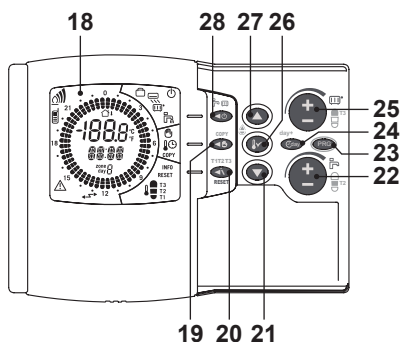
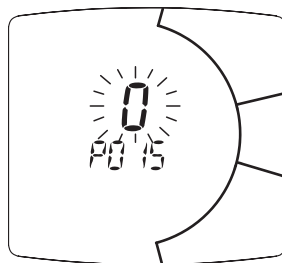
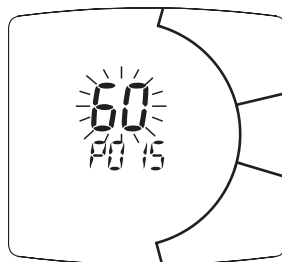

Figura 5.27
Figura 5.30
Figura 5.31
- Scorrere i vari parametri utilizzando il tasto 22 in Figura 5.27 fino a far apparire sul display LCD le lettere **P015** con sopra il relativo valore del parametro **0** che lampeggia, indicante l'entrata nel "parametro 15" (Figura 5.30).
- Modificare il SET programmato agendo sul pulsante 25 in Figura 5.27 fino a visualizzare un **set di 60**, aspettare che il numero programmato cominci a lampeggiare (Figura 5.31).